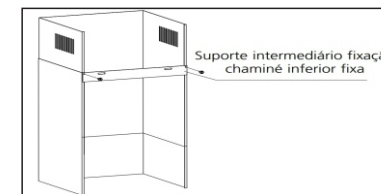

Fig.6
- A chaminé inferior fixa, deverá ser encaixada no corpo da coifa e fixada no suporte intermediário (Fig.6);